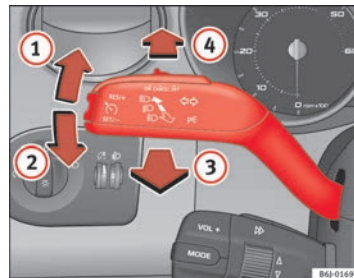

Abb. 58 Blinker- und Fernlichthebel
- Drücken Sie den Hebel bis zum Anschlag nach oben  Abb. 58 , um **rechts** zu blinken bzw. nach unten , um **links** zu blinken.
- Drücken Sie den Hebel nach vorne \Rightarrow Seite 105, Abb. 58 , um das Fernlicht einzuschalten.